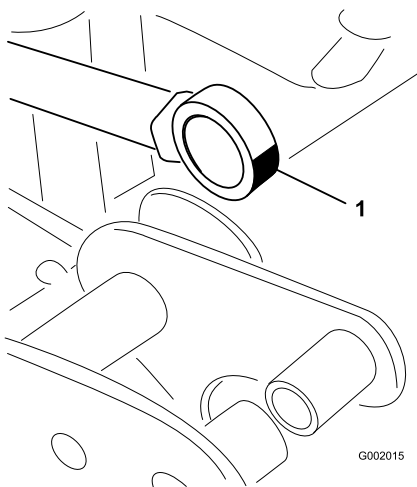

Figura 72
5. Gire la rótula y aplique grasa al cojinete (Figura 72).